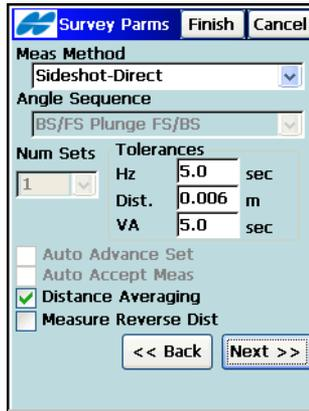

Abbildung 4-75. Aufnahme
9. Legen Sie im Fenster **Optionen Aufnahme** die Messmethode fest und tippen Sie auf **Weiter** (Abbildung 4-75 auf Seite 4-62).